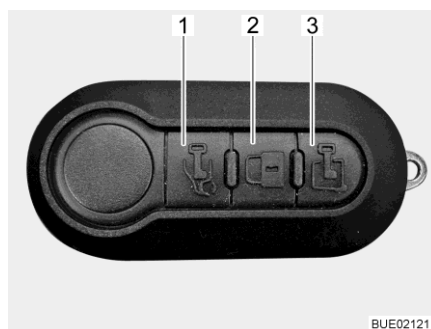

Bild 49 Multifunktionell fjärrstyrning
- Lås upp förardörren: ■ Tryck en gång kort på knapp  (Bild 49,1). Förardörren är upplåst.
- Lås upp ingångsdörr: ■ Tryck en gång kort på knapp  (Bild 49,3). Ingångsdörren är upplåst.
- Lås alla dörrarna: ■ Tryck en gång kort på knapp  (Bild 49,2). Alla dörrarna är låsta.